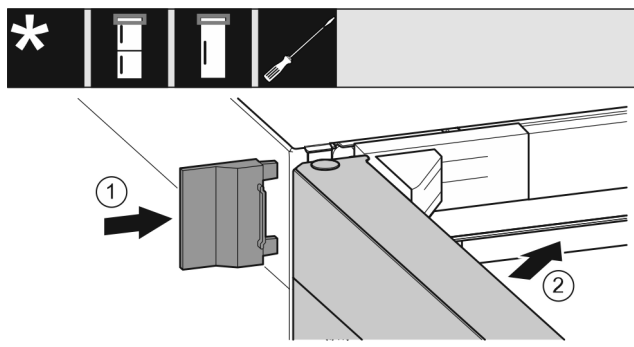

Fig. 24
- Skjut på det yttre skyddet Fig. 24 (1).
- Stäng den övre dörren Fig. 24 (2).